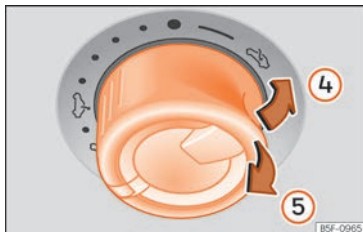

Fig. 13 Al sostre interior: prémer o estirar el comandament per aixecar el sostre i tancar-lo.
- Aixecar: premeu el commutador cap a la posició »» fig. 13 ④. Per a una posició intermèdia, mantingueu el commutador accionat fins a aconseguir la posició desitjada.
- Abaixar: estireu el commutador cap a la posició »» fig. 13 ⑤. Per a una posició intermèdia, mantingueu el commutador accionat fins a aconseguir la posició desitjada.